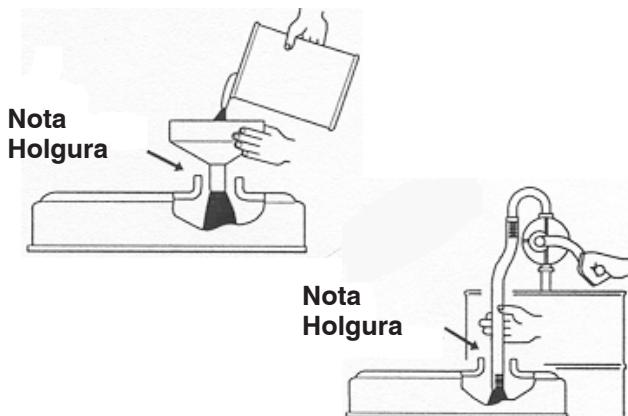

Figura 22
**Importante** Asegúrese de que la varilla está retirada mientras se llena de aceite el motor. Al añadir aceite de motor o al cambiar el aceite, debe haber holgura entre el dispositivo de llenado de aceite y el orificio de llenado (en la tapa de las válvulas) según muestra la figura 22. Esta holgura es necesaria para permitir la ventilación durante el llenado, lo cual evita que el aceite se derrame sobre el respiradero.